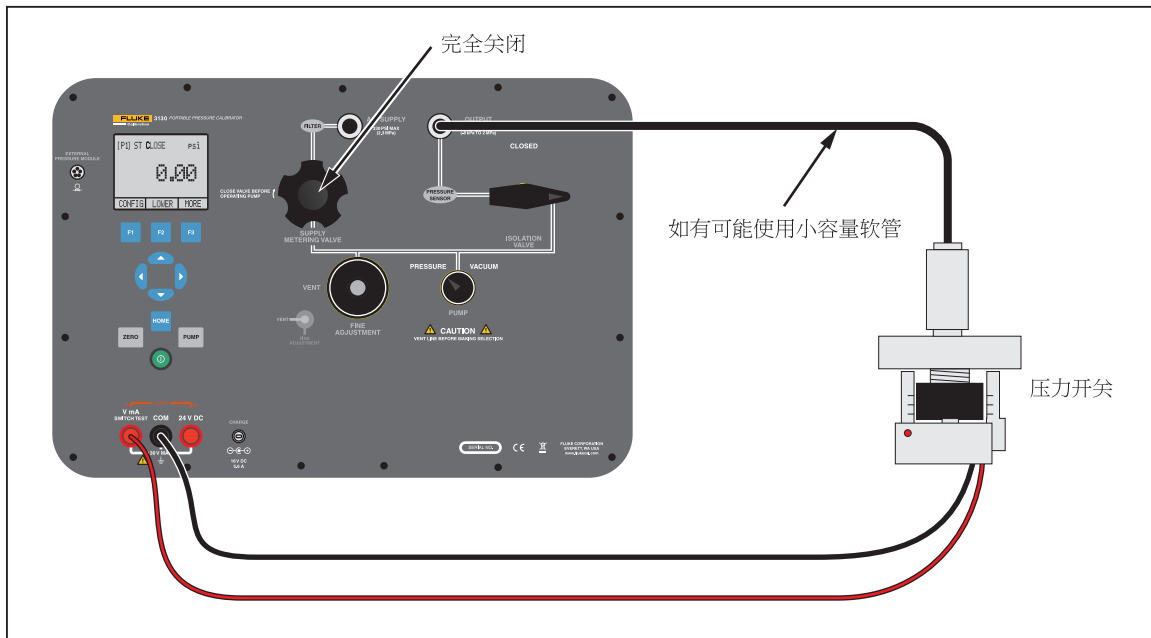

图 20.开关测试连接
2. 用开关端子将本产品连接到压力开关。连接时可不考虑端子的极性。请参见图 20。